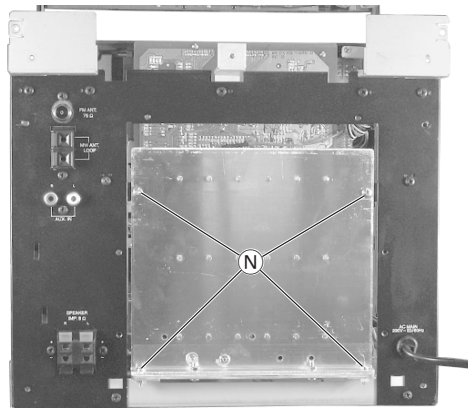

Fig. 9
- 4 Schrauben (N) (Fig. 9) herausschrauben.
- Undo 4 screws (N) (Fig. 9).